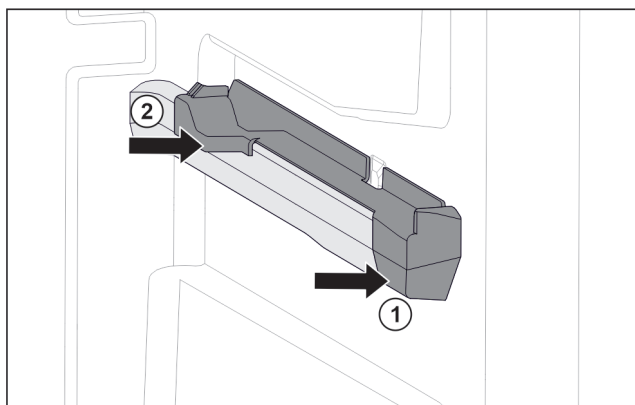

Fig. 126 Nasazovací díl na pravém žebrování na nádoby
- ▶ Nasadte nasazovací díl na žebrování na nádoby. Fig. 126 (1)
- ▶ Přitlačte nasazovací díl k zadní části. Fig. 126 (2)